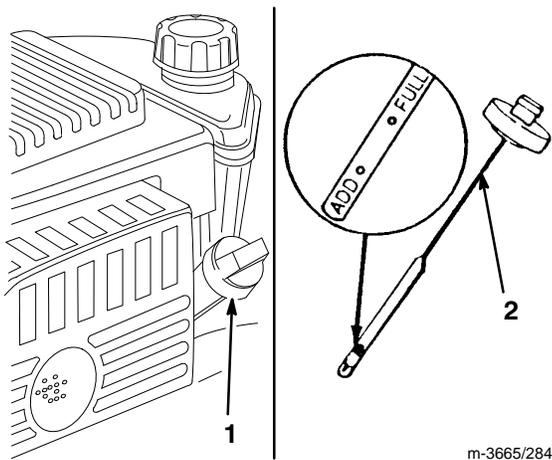

Figure 8
Avant chaque utilisation, vérifier que le niveau d'huile arrive entre les marques maxi (*Full*) et mini (*Add*) de la jauge (Fig. 8).
2. Nettoyer tout autour du bouchon de remplissage d'huile (Fig. 8).
6. Voir le niveau d'huile indiqué par la jauge (Fig. 8).